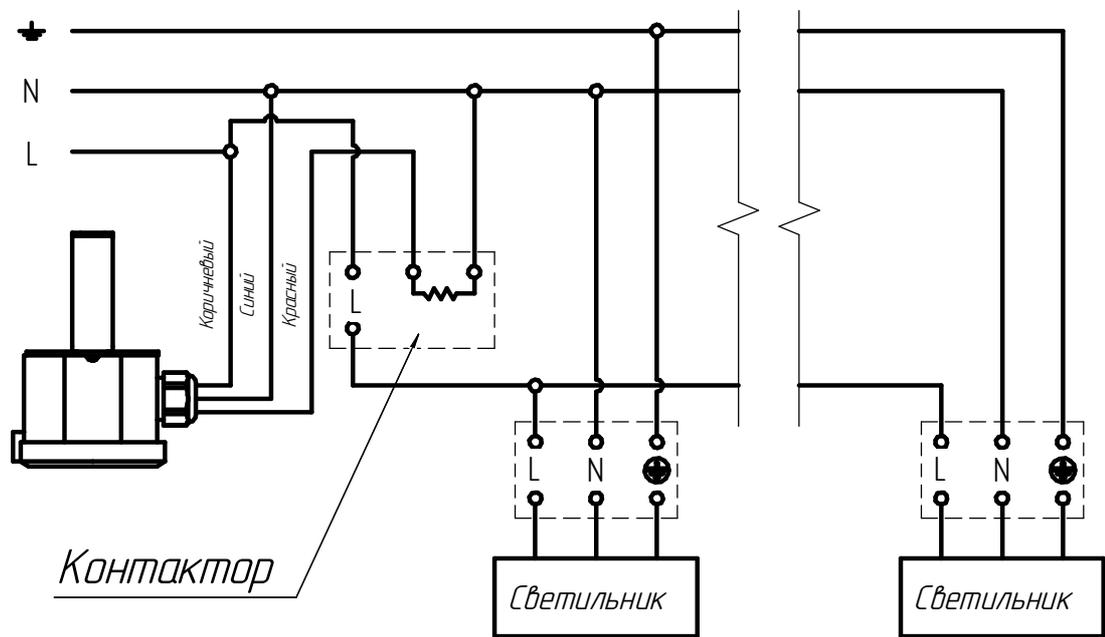

Рисунок 5 - Схема подключения датчика через контактор
6.6 Для увеличения подключаемой нагрузки через датчик, в схему подключения, необходимо включить контактор (рисунок 5). Контактор выбирается в зависимости от подключаемой нагрузки.